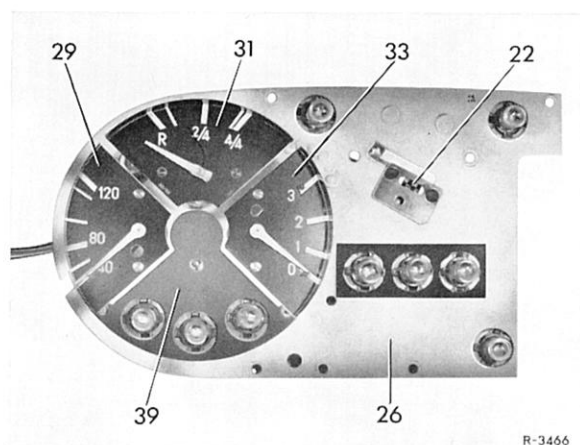

Bild 54–11/6
4 Kontaktplatte (26) mit den Anzeigegeräten herausnehmen (Bild 54–11/6).
6 Beide Schrauben (28) entfernen und Fernthermometer (29) herausnehmen (Bild 54–11/4).